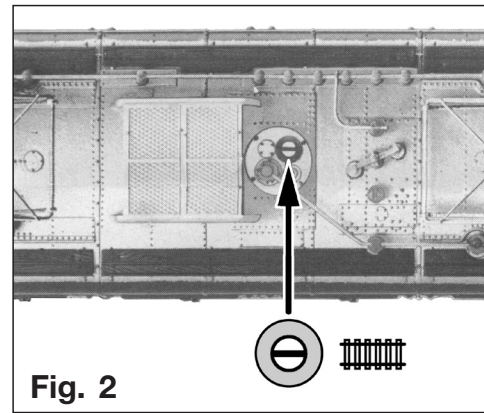

Fig. 2
**Stromzuführung über das Gleis:** Schlitz des Schalters auf dem Dach mittels eines kleinen Schraubendrehers längs zur Fahrtrichtung stellen (Fig. 2).
**Current pick-up from the catenary:** See Fig. 1. **Current pick-up from the track:** See Fig. 2.
**Alimentation par la caténaire :** Placer la lamelle de l'inverseur transversalement au sens de roulement (Fig. 1). **Alimentation par les rails :** Placer la lamelle de l'inverseur dans le sens longitudinal de la loco (Fig. 2).